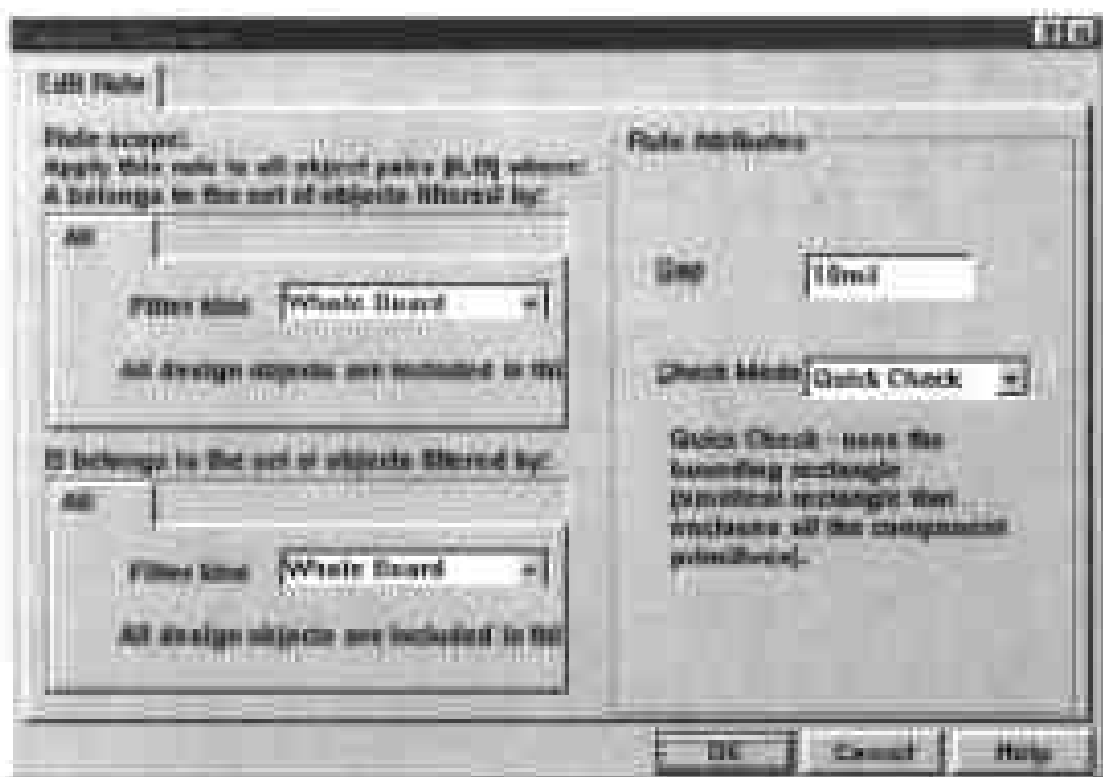

图 9-39 设置元件最小间距的对话框
(1) 选择 Design > Rules,在弹出的 Design Rules 对话框中单击 Placement 标签,然后在对话框的 Rule Classes 列表框中单击 Component Clearance Constraint。
(2) 在对话框下部的方框中包含 Scope1, Scope2, Gap 和 Mode 4 个栏目,由于 Protel 99 没有提供这方面的预置规则,因此对话框下部的方框中一片空白。
(3) 单击对话框下部的 Add 命令按钮,弹出如图 9-39 所示的对话框,供用户设置新的规则,规定自动放置元件时的最小间距。
(4) 在对话框左边单击 Filter kind 选项的下拉列表框,在弹出的下拉列表中包含 Whole Board, Component Class 和 Component 3 个选项,供用户设置此规则的适用范围,此选项的取值将反映在 Design Rules 对话框下部方框的 Scope1 栏中。
(5) 单击对话框左边的第二个 Filter kind 选项的下拉列表框,在弹出的下拉列表中也提供了上述 3 个选项,用户在此指定的范围将反映在 Design Rules 对话框下部方框的 Scope 2 栏中。
(6) 在对话框右边的 Gap 选项输入框中输入数值,设置自动放置元件时,两个元件之间的最小间距,此选项的取值将反映在 Design Rules 对话框下部方框的 Gap 栏中。